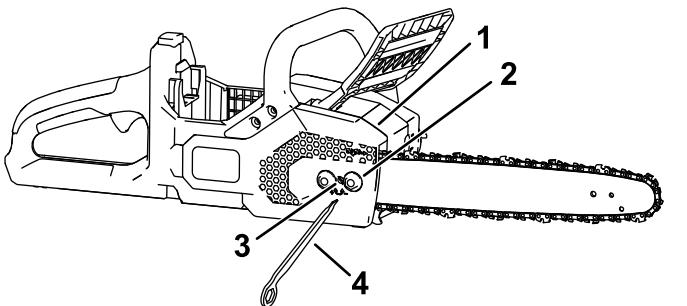

Figura 28
5. Utilizando a multiferramenta incluída, desaperte as porcas cativas na cobertura lateral, mas não as remova (Figura 28).
7. Utilizando a multiferramenta incluída, ajuste a tensão da corrente e, em seguida, prenda a cobertura lateral à motosserra apertando as porcas cativas (Figura 28).
2. Retire a cobertura lateral desapertando as duas porcas cativas que prendem a cobertura (Figura 28).
3. Desaperte a corrente rodando o parafuso de tensionamento da corrente no sentido contrário ao dos ponteiros do relógio (Figura 28).